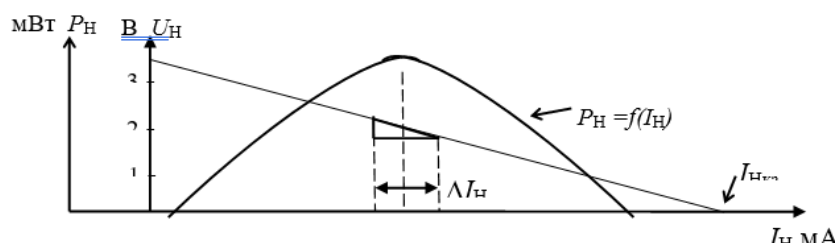

Рис. 3. Примерный вид характеристик
– Определите изменения тока  $\Delta I_H$  и напряжения  $\Delta U_H$  рисунок 3.
Определите выходное сопротивление источника  $R_{И} = \Delta U_H / \Delta I_H$  рисунок 3.